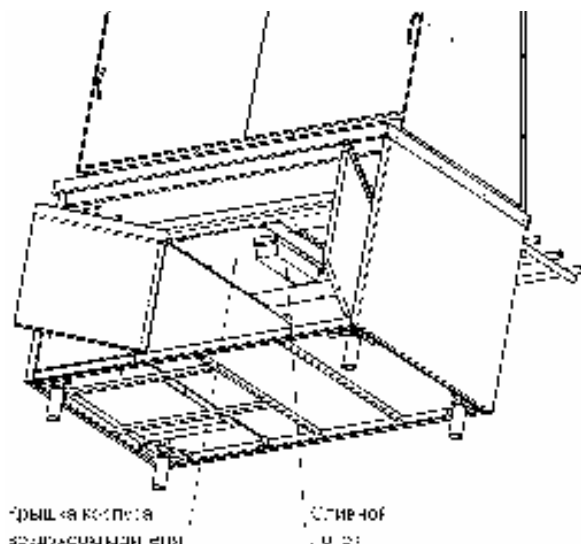

Рис.3
7.3 Сбор воды, образующейся при оттайке испарителя воздухоохлаждателя, производится в выдвижной сливной лоток, который установлен под воздухоохлаждателем в технологическом отсеке (см. рис.3).
8.3 Для доступа к вентилятору и испарителю воздухоохладителя необходимо (см. рис.3):